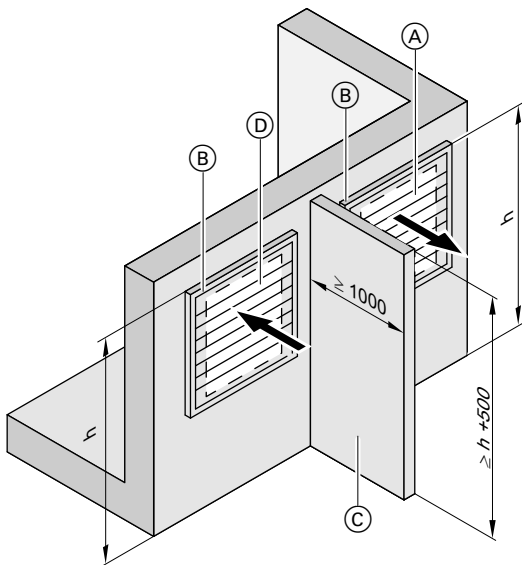

Abb. 7
- ⓐ Trennwand (falls erforderlich): Siehe folgende Tabelle und Abb. 7 und 8.
- Ⓠ Trennwand (falls erforderlich): Siehe folgende Tabelle und Abb. 7 und 8.